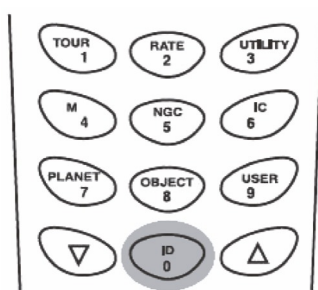

Рис. 46
2. Нажмите клавишу «ID» (рис. 46).